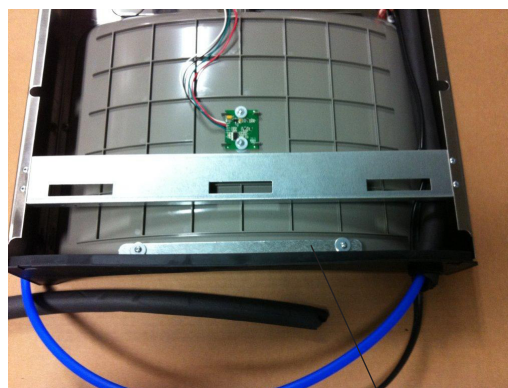

Fig. 7
- 6) Instale la junta en la parte inferior de la torre de estación de llenado usando el soporte, los aranceles (2) y los tornillos (2) (Vea la Fig. 7).